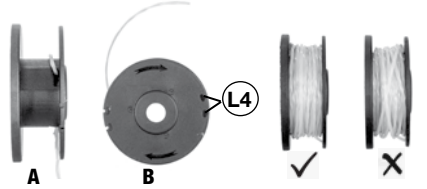

FIG 12
REEMPLAZO DE LA HILO (FIG 12)
5. Inserte un extremo de la nueva hilo en el agujero en la columna central del carrete (consulte la FIG 12-A), luego enrolle la hilo alrededor del carrete en la dirección que se muestra en el carrete. Consulte la FIG 12-B.